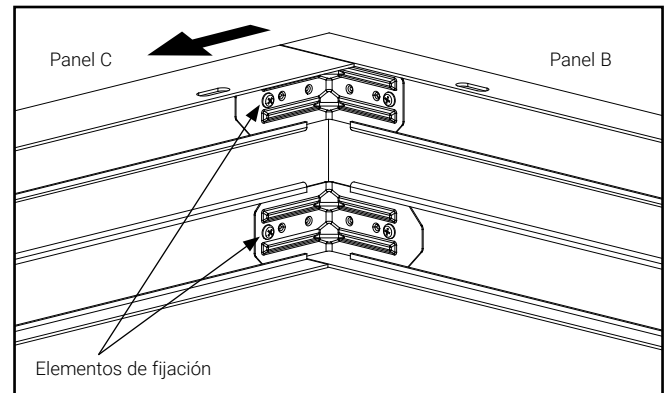

Figura 2
4. Una los 3 paneles (partes B y C). Asegúrese de que los paneles B y C formen un ángulo recto (90 grados) o estén perpendiculares entre sí. Sujete los soportes al panel C utilizando los elementos de fijación (Figura 2).